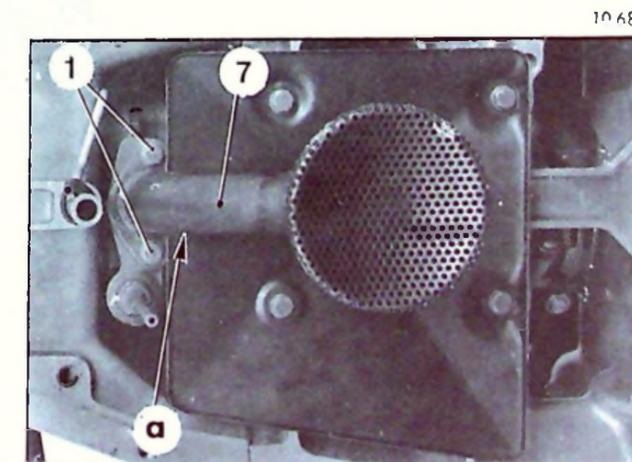

Figure 5
- A l'aide de graisse, coller le joint torique d'étanchéité neuf sur la pompe à huile. Présenter le tube d'aspiration (7) (figure 5). Serrer les vis de fixation (1) (rondelle plate) à 10 mAN (1 m.kg).